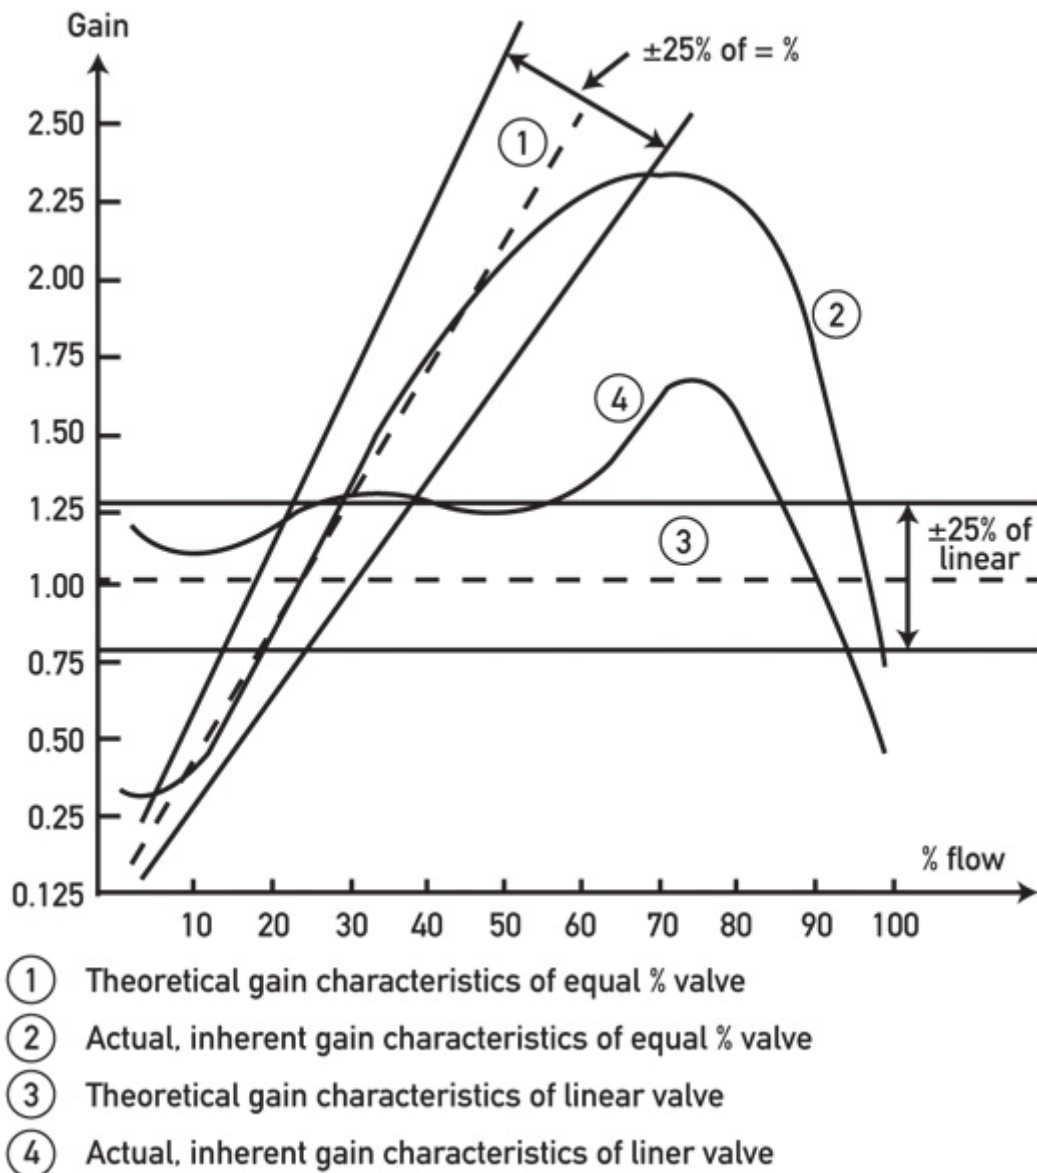

FIGURA 2
A figura 2 mostra que a relação teórica do GANHO versus VAZÃO de uma válvula globo IGUAL PORCENTAGEM (linha 1 – pontilhada) e a real (linha 2 – contínua) deve estar próximo a 25%. Podemos ver que a linha 2 (real) se mantém próximo de 25% da linha teórica (linha 1 - pontilhada) para a faixa de 5% a 70% da vazão (CV). Desta forma a rangeabilidade da válvula globo é 14:1